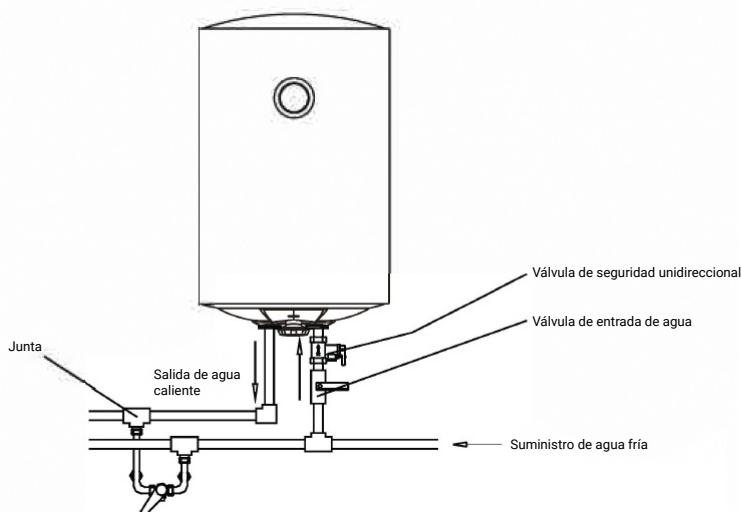

Fig. 4
- Si los usuarios desean realizar un sistema de suministro de agua múltiple, la forma de hacerlo se muestra en la fig.4 con las conexiones de tuberías.